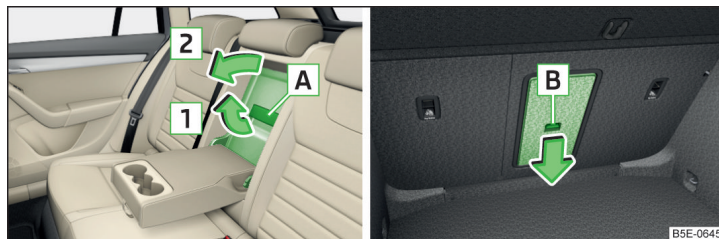

Fig. 92 Abrir la tapa: desde el habitáculo / desde el maletero
- Tirar el tirador **[A]** en el sentido de la flecha **[1]** y tirar hacia abajo la tapa en el sentido de la flecha **[2]** » **fig. 92.**
- Abata hacia abajo el apoyabrazos y la tapa en el respaldo » **fig. 92 de la *pág. 90.***